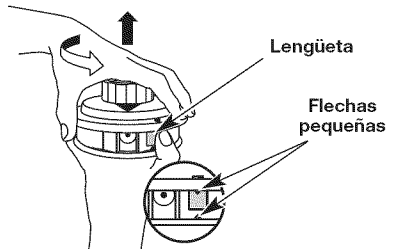

Fig. 16
1. Alinee las flechas pequeñas de la bobina (Fig. 16).
2. Presione la lengüeta hacia dentro y gire la cubierta de la bobina en sentido contrario a las agujas del reloj (Fig. 16).